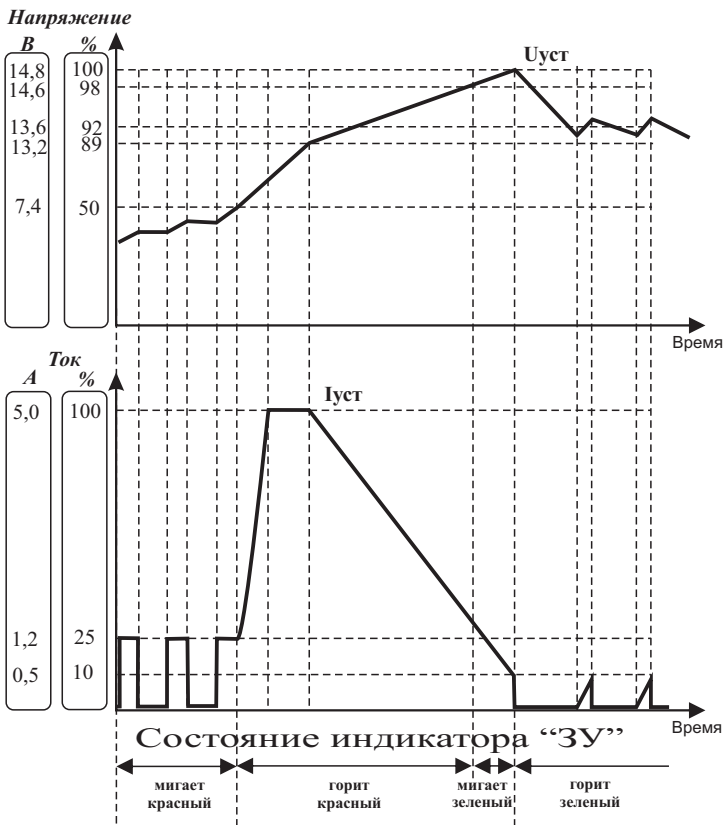

Рис. 1. График заряда аккумуляторной батареи.
Для заряда АКБ в приборе “Кулон-405” используется интеллектуальный алгоритм, обеспечивающий корректный режим заряда и восстановления даже очень сильно разряженных батарей, а так же безопасное долговременное хранение в режиме поддержания заряда (см. рис. 1).
4. Подключить контактные зажимы устройства к выводам аккумуляторной батареи, строго соблюдая полярность. **Красный провод** с (+) зажимом подключите к (+) аккумуляторной батареи или нагрузки. **Черный провод** с (-) зажимом подключите к (-) клемме аккумулятора или нагрузки. Убедитесь в надежном подключении проводов и в соблюдении полярности. При правильном подключении аккумуляторной батареи и исправном выходном предохранителе начинается процесс заряда. На цифровом индикаторе поочередно отображаются *текущие* напряжение и ток. Индикатор ЗУ отображает этапы заряда. Подробно точки смены индикации и состояния заряда отображены на рис.1.